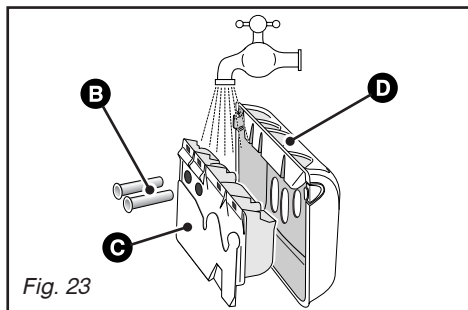

Fig. 23
- retirez les siphons **B** situés à l'arrière de la boîte **C** et séparez cette dernière de son enjolveur avant **D** (Fig. 23)